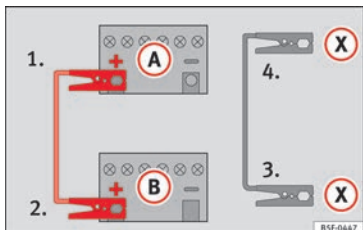

Abb. 80 Anschlusschema für Fahrzeuge mit Start-Stopp-System.
- 4b. Bei Fahrzeugen mit Start-Stopp-System: ein Ende des schwarzen Starthilfekabels (X) an einen geeigneten Masseanschluss, ein massives, fest mit dem Motorblock verschraubtes Metallteil oder an den Motorblock selbst anklemmen » » Abb. 80.
5. Klemmen Sie das andere Ende des schwarzen Starthilfekabels (X) im Fahrzeug mit der entladenen Batterie an ein mit dem Motorblock verschraubtes, massives Metallteil oder an den Motorblock selbst, aber so weit wie möglich von der Batterie (A) entfernt an.